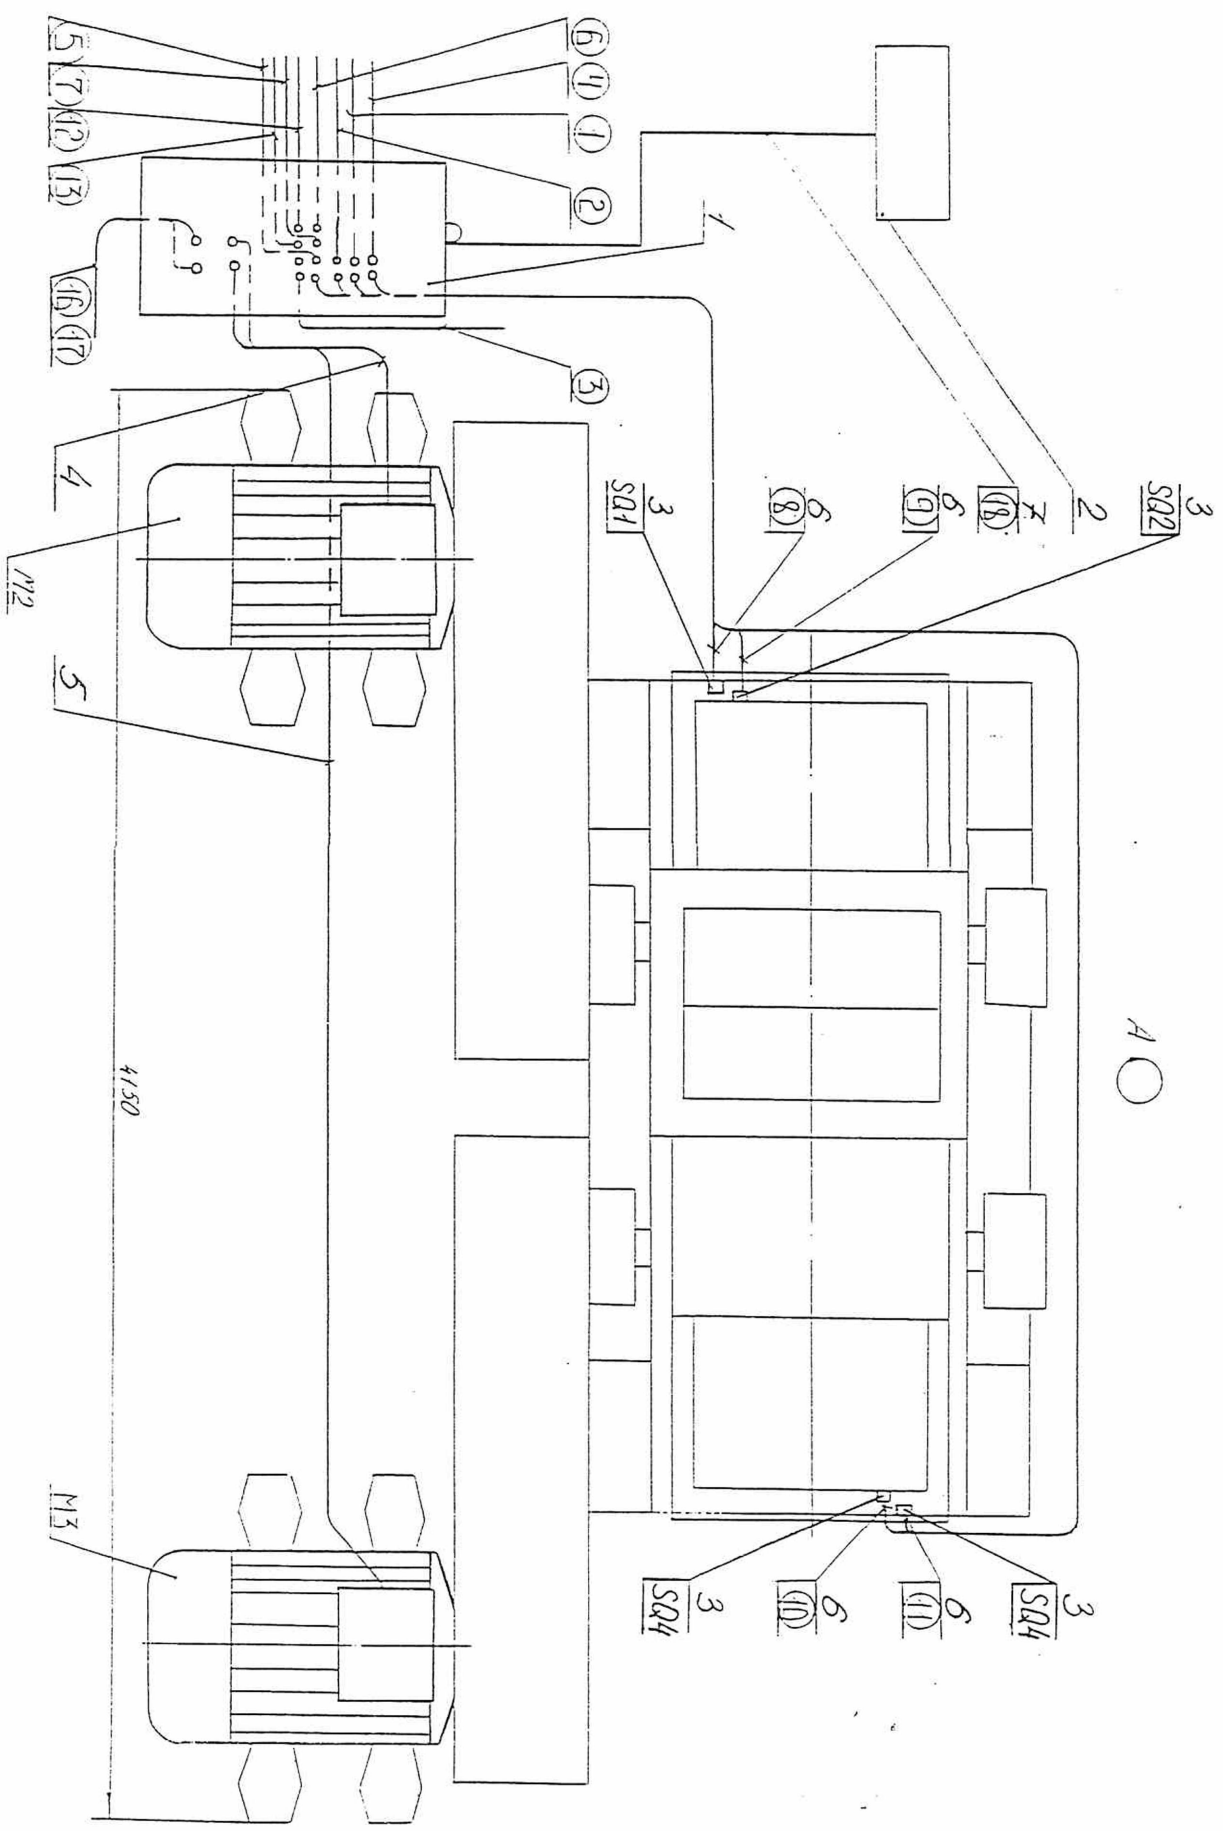

Рисунок 1 Электрооборудование.
3.1. Монтаж эл.оборудования выполнить в соответствии с требованиями ПУЭ. Схема размещения электрооборудования и разводки кабелей (см.рисунок 1, 2 и черт.4).